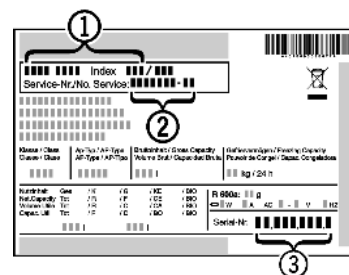

Fig. 32
- ▶ Relever la désignation de l'appareil Fig. 32 (1), le n° de service Fig. 32 (2) et le n° de série Fig. 32 (3) sur la plaquette signalétique. Cette plaquette se trouve sur la paroi intérieure gauche de l'appareil.
- ▶ Informer le S.A.V. et lui communiquer la panne, la désignation de l'appareil Fig. 32 (1), le n° de service Fig. 32 (2) et le n° de série Fig. 32 (3).